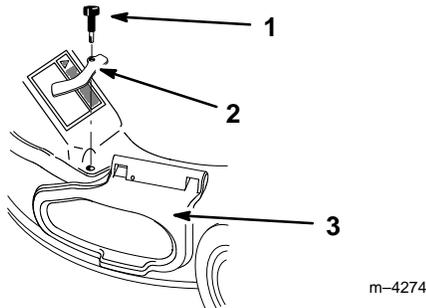

Figure 35
11. Fixer le coin avant droit du conduit d'éjection et le couvercle latéral à l'aide de la bride de blocage déposée précédemment et du bouton à longue tige fourni avec le sac de ramassage (Fig. 35).